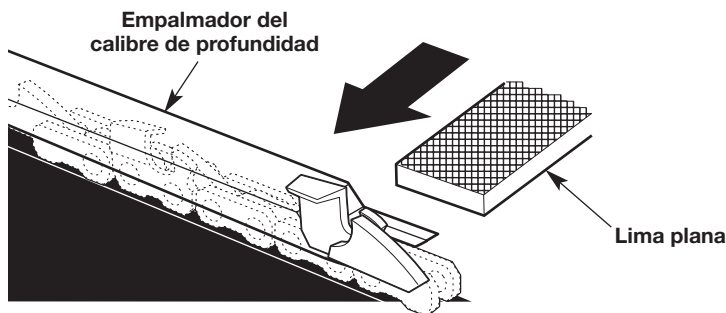

Fig. 42
3. Utilice un calibre de profundidad (no incluido) para medir el espacio libre del calibre de profundidad (Fig. 42) de cada cortador. El espacio libre del calibre de profundidad debe mantenerse a 1/32 pulgada (0,6 mm). El espacio libre del calibre de profundidad determina la profundidad a la cual el cortador ingresa en la madera durante la operación y el tamaño de las astillas de madera producidas. Demasiado espacio libre incrementa la probabilidad de retroceso. Demasiado poco espacio libre disminuye el tamaño de las astillas de madera, disminuyendo así la capacidad de corte.
- Utilice un empalmador de calibres de profundidad de 0.025 pulgada (0.635 mm) y una lima plana (herramientas no incluidas) para bajar el calibre de profundidad hasta el espacio libre correcto (Fig. 42).